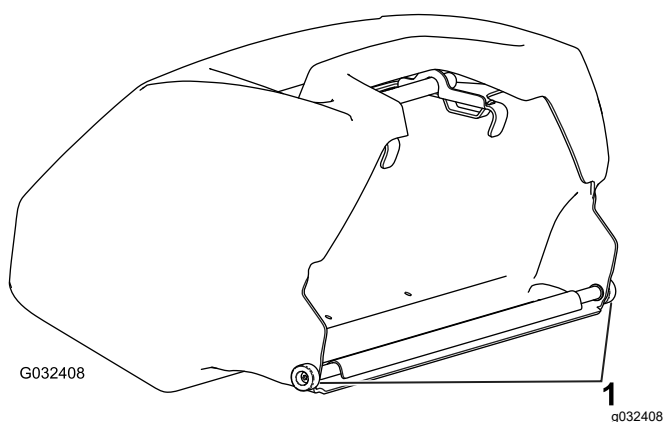

Figure 12
**Important:** Si vous faites tomber le bac, vérifiez que les points de contact du bras d'inclinaison près du bord inférieur du bac ne sont pas endommagés (Figure 12). Redressez-les avant d'utiliser le bac.